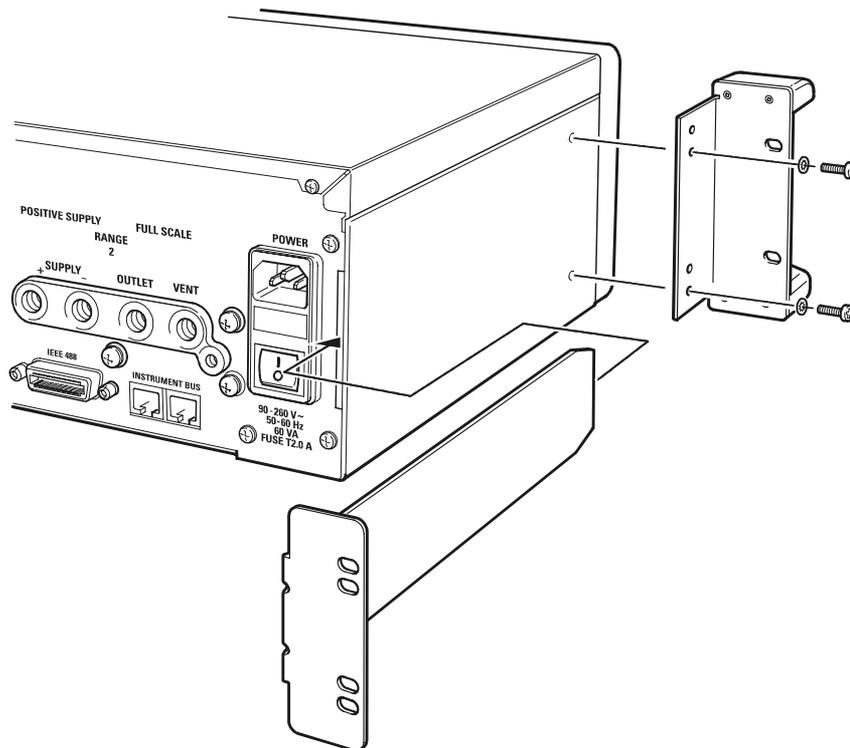

Figura 2-5 Montagem em prateleira
2.5 Montagem em prateleira (Figura 2-5)